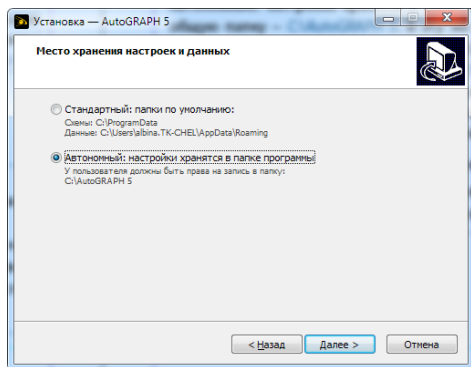

Рис.3. Папки для хранения настроек.
- **Выбор папки установки вручную** – позволяет выбрать произвольную папку для установки программы. Для выбора папки нажмите кнопку «Обзор». При нажатии кнопки «Далее» программа предложит выбрать также папку для хранения настроек и данных (Рис.3).